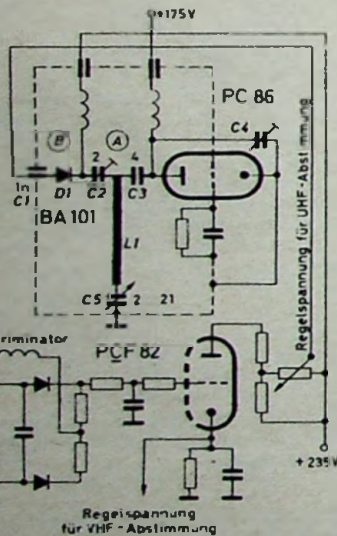
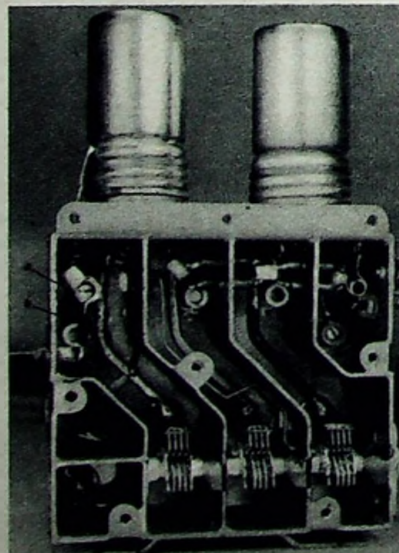
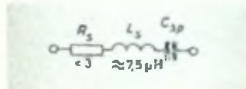

Bild 1. Schaltbild des UHF-Oszillators mit ZF-Diskriminator und Regelspannungsverstärker
Bild 2. Räumliche Anordnung des UHF-Tuners mit kapazitiv angekoppelter Verstimmdiode BA 101; a Ankoppeltrimmer, b Verstimmdiode BA 101
Bild 4. Ersatzschaltung der BA 101 für hohe Frequenzen nach Angaben des Herstellers
Das Schaltbild des UHF-Tuners mit kapazitiv angekoppelter Verstimmdiode D 1 zeigt Bild 1. Die räumliche Anordnung geht aus Bild 2 hervor. Als UHF-Tuner wird ein handelsüblicher Typ der NSF mit Koaxialleiterschwingkreisen verwendet. Die Verstimmdiode D 1 wird mit einem kleinen Trimmerkondensator C 2 an den Koaxialleiter L 1 im Oszillatorkreis angekoppelt. Die für die Verstimmung der Diode erforderliche Regelspannung wird einem Diskriminator, der auf die Bildträger-ZF abgestimmt ist, entnommen und mit dem Triodensystem einer PCF 82 verstärkt. An der Anode dieser Verstärkerröhre steht eine Regelspannung von $0 \dots 40$ V zur Verfügung.
1) Berechnung des Scheinwiderstandes des zwischen den Punkten A und B (Bild 1) liegenden Zweiges, bestehend aus der Verstimmdiode und der Ankoppelkapazität, und Bestimmung der äquivalenten Kapazitätsänderung beim Regeln der Diode für die beiden Endfrequenzen 510 und 830 MHz;
Das Ersatzschaltbild der Diode ist aus Bild 4 ersichtlich. Bei kürzester Leitungsführung hat die Diode D_1 (Bild 1) eine Induktivität von $7,5 \cdot 10^{-3}$ H. Die zusätzliche Induktivität des Trimmers C_2 und des 1-nF-Durchführungskondensators C_1 kann mit $2 \dots 3 \cdot 10^{-3}$ H angenommen werden, so daß die Gesamtinduktivität etwa $10 \cdot 10^{-3}$ H ist. Die Kapazität des Ankoppeltrimmerkondensators ist 2 pF. Die Kapazität des Durchführungskondensators ist dagegen so groß, daß sie vernachlässigt werden kann. Bei diesem Wert von 2 pF für C_2 handelt es sich um die reine Koppelkapazität (ohne Erdkapazität).
Somit bewirkt die veränderbare Diodenkapazität an den Punkten A und B (Bild 1) eine äquivalente Kapazitätsänderung bei 510 MHz